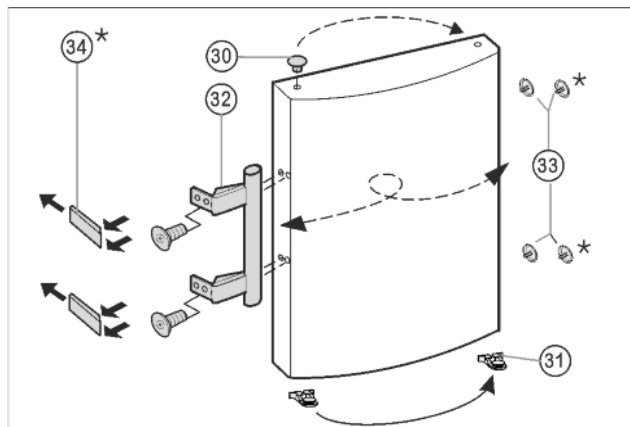

Fig. 8
- Estrarre il tappo Fig. 8 (30) dall'alloggiamento del supporto della porta e spostare.
- Smontare la maniglia della porta, i Fig. 8 (32), tappi Fig. 8 (33) e le piastre di spinta* Fig. 8 (34) e spostare sul lato opposto.